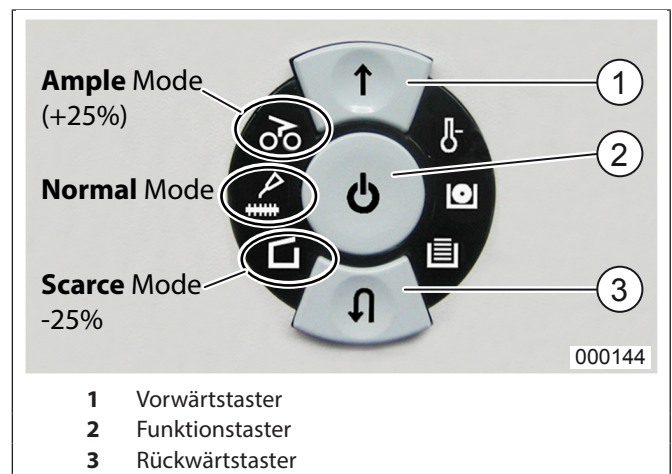

Abb. 9 Ändern der Ölfördermenge
3. Gleichzeitig Vorwärtstaster (Abb. 9/1) und Rückwärtstaster (Abb. 9/3) drücken und halten.
4. Zusätzlich den Funktionstaster (Abb. 9/2) drücken und wieder loslassen.
6. Vorwärtstaster (Abb. 9/1) **zweimal** drücken.
7. Funktionstaster (Abb. 9/2) so oft drücken, bis die gewünschte Stufe der Ölfördermenge leuchtet.
Wenn Sie mit der Zerkleinerung fortfahren wollen, schalten Sie die Maschine wieder ein: Funktionstaster (Abb. 9/2) kurz betätigen.